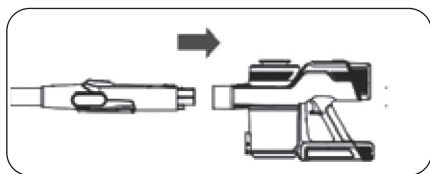

Figura 2
- Pentru a scoate tubul de aluminiu, țineți corpul principal cu o mână și trageți-l afară cu cealaltă mână apăsând butonul. (figura 2)